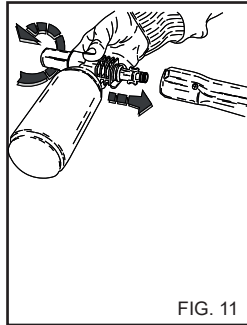

FIG. 11
- Når rengjøringsmaskinen ikke er i bruk må sikkerhetsanordningen på håndtaket lukkes (fig 11).
2) Fjern forlengelsesleddet fra håndtaket og før inn vaskemiddel-fordeleren (fig.11), start varmvannsspyleren og strøyt ut over overflaten nedenfra og oppover. For versjonen med oppsuging av vaskemiddel åpnes doseeringskranen (Fig. 5B) og flytte tuten framover. La blandingen få virke i noen få minutter.